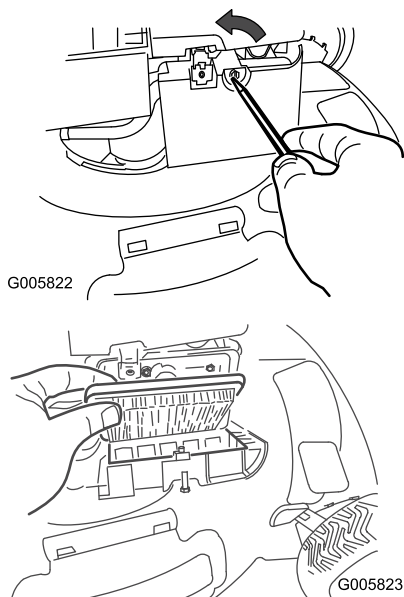

Figura 15
1. Utilice un destornillador para abrir la tapa del filtro de aire (Figura 15).
2. Cambie el filtro de aire (Figura 15).